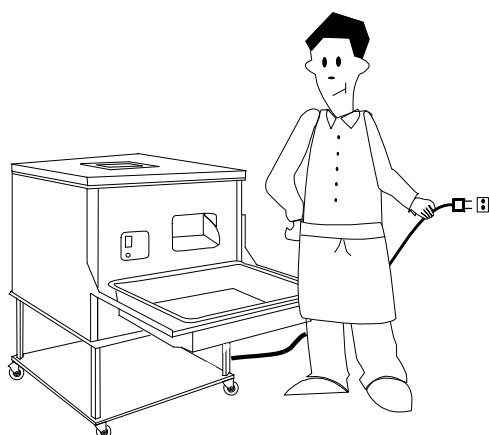

FIG. 4
- Asegúrese que el interruptor principal está en la posición de APAGADO. Conecte el enchufe de la máquina a la red eléctrica. (FIG. 4)